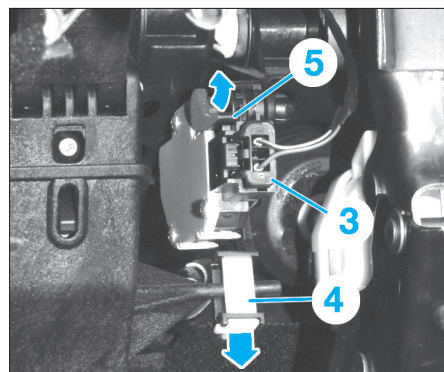

Fig. 5
- débrancher le connecteur (3) (Fig.5),
- reculer l'agrafe de blocage (4) du téton de la pédale d'embrayage,
- tourner le levier de fixation (5) dans le sens anti-horaire et l'extraire partiellement de son logement,
- Faire bouger légèrement le contacteur de la pédale d'embrayage pour bien le positionner sur le plan d'appui (levier de fixation (24) bien calé dans l'orifice (25)).
- Tourner le levier (24) d'un demi-tour dans le sens horaire et l'accrocher dans son logement (26).
- Repousser l'agrafe de blocage (4) afin de fixer le téton de la pédale d'embrayage (Fig.5).